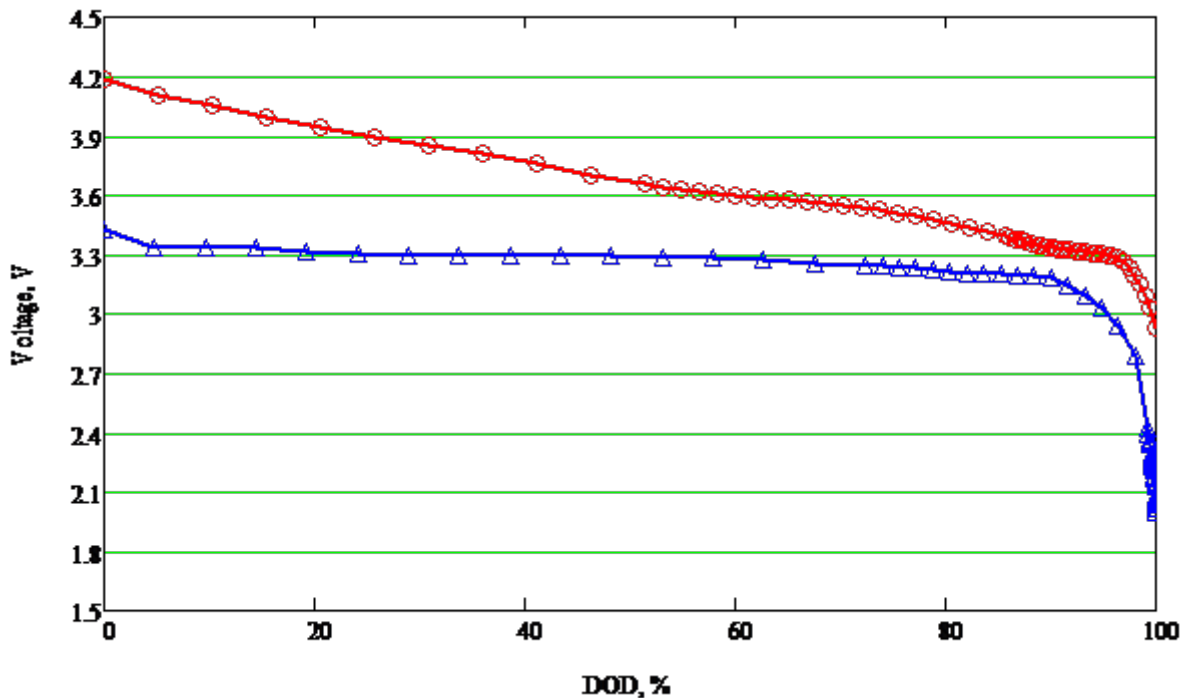

図 4. バッテリー化学物質の放電曲線 (赤 = NMC、青 = LFP)。
LFP が一般的になるにつれて、NMC (図 4 に示す) と比較して平坦な放電曲線を使用するには、EV の使用可能な走行距離を判定するために、より正確なセル電圧測定が必要になります。テキサス・インスツルメンツ (TI) の BQ79718-Q1 スタックアップ・バッテリー・モニタとセル・バランサは、直列になった 18 個のセルを測定します。セル電圧の測定精度は  $\pm 1\text{mV}$  で、電流容量 300mA のパッシブ・セル・バランシング機能を持っています。また、このデバイスは BQ79731-Q1 バッテリー・モニタとの組み合わせで電圧と電流の同期測定をサポートし、より正確な健全性状態と充電状態の計算を可能にします。